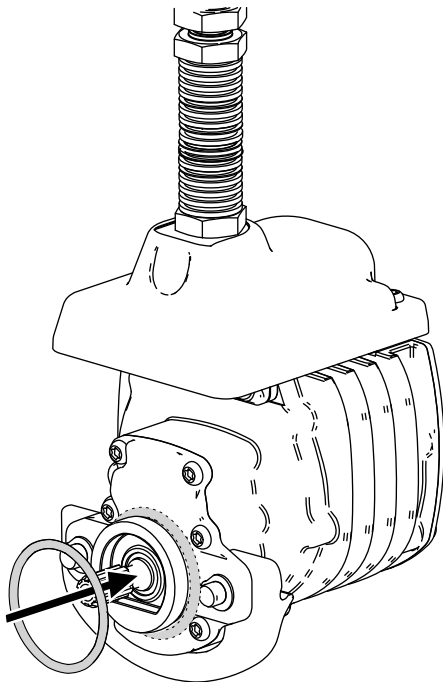

Figura 7
3. Instale um anel de retenção em cada motor do cilindro como se mostra na Figura 7.